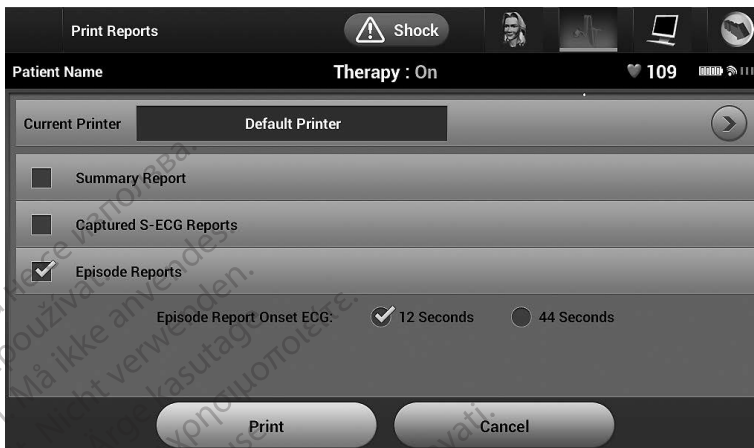

Figura 18: Ecranul tipărire rapoarte
2. Selectați butonul Print Reports pentru a afișa ecranul Tipărire rapoarte (Figura 18 la pagina 57).